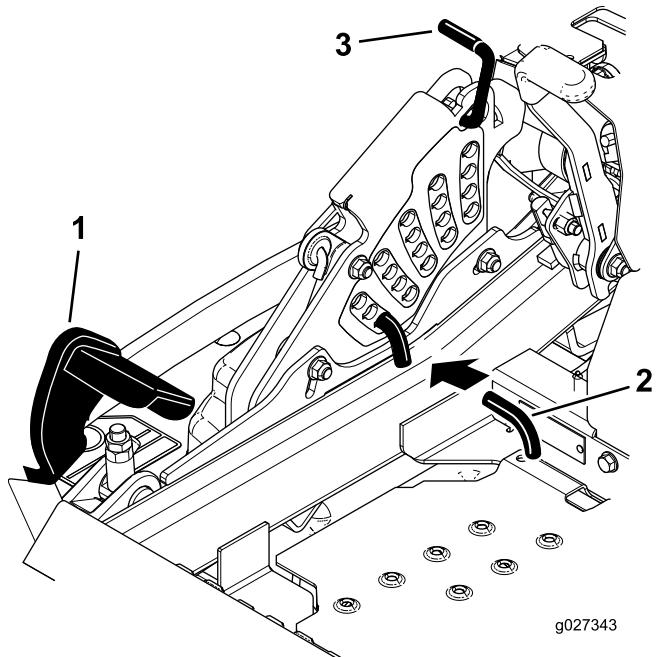

Figura 25
2. Pise el pedal de elevación de la carcasa y eleve la carcasa a la posición de transporte (que es también la posición de altura de corte de 140 mm [5½"]) como se muestra en Figura 25.
3. Para ajustar la altura de corte, gire el pasador 90 grados y retire el pasador del soporte de altura de corte (Figura 25).
4. Seleccione el taladro del soporte de altura de corte que corresponde a la altura de corte deseada, e inserte el pasador (Figura 25).